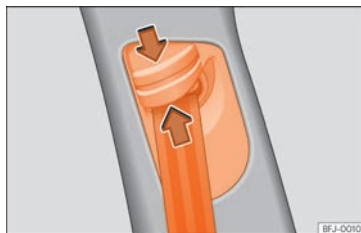

Abb. 29 Bei den Vordersitzen: Gurthöheneinstellung.
- Umlenkbeschlag in Richtung der Pfeile zusammendrücken und halten »» (Abb. 29).